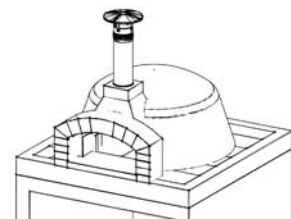

Fig.7
7. Incollare l'eventuale **arco in mattoni** ed alloggiare la **canna fumaria** nel raccordo fumi (Fig.7).